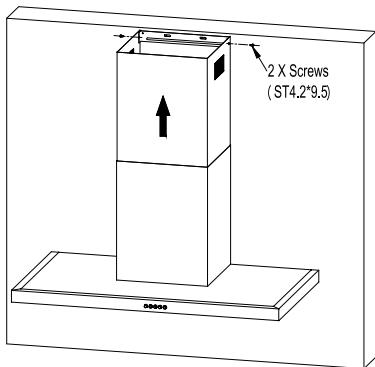

Рисунок 8
6. Подключите U-образную секцию к втягиванию воздуха и закрепите его с помощью винтами ST4.2*9.5. См. Рисунок 8.